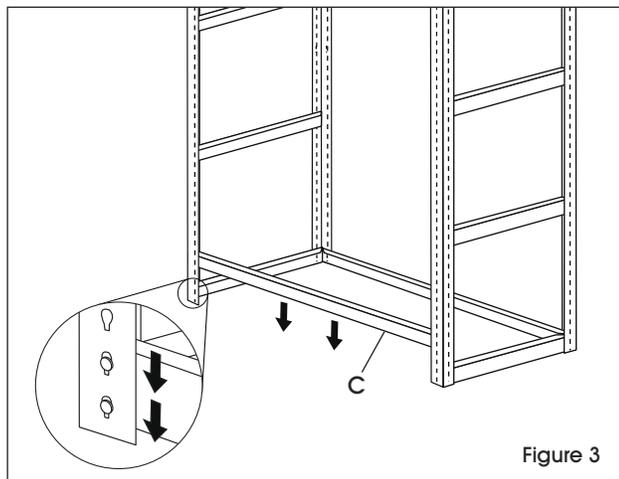

Figure 3
4. Reliez les deux ensembles de montants verticaux en insérant les supports avant/arrière (C) dans le haut et le bas de chaque montant vertical. (Voir Figure 3)